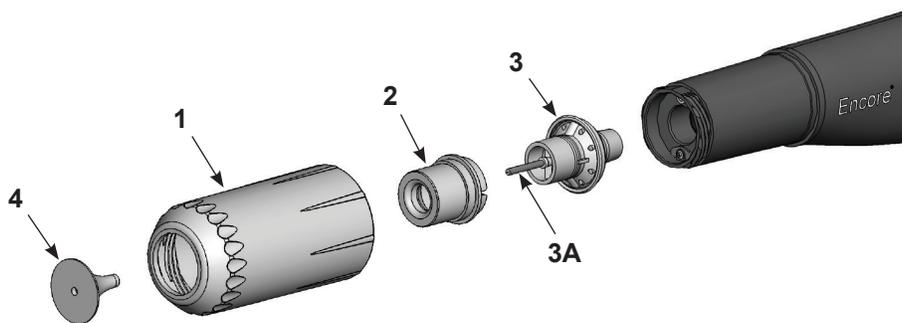

Abbildung 4-2 Optionale Ablenker und Konusdüsen ersetzen
1. Siehe Abbildung 4-2. Den Ablenker (4) zum Ersetzen vorsichtig von der Elektrodenbaugruppe (3) abziehen. Wenn nur der Ablenker ersetzt wird, den neuen vorsichtig auf der Elektrodenbaugruppe installieren und den Elektrodendraht nicht verbiegen.
2. Zum Ersetzen der gesamten Düse die Düsenmutter (1) gegen den Uhrzeigersinn losschrauben.
3. Die Konusdüse (2) von der Elektrodenbaugruppe abziehen.
**HINWEIS:** Es ist nicht erforderlich, die Elektrodenbaugruppe (3) vom Sprühapplikator zu entfernen. Wenn die Elektrodenbaugruppe beim Abziehen der Düse aus dem Sprühapplikator kommt, vor der erneuten Installation mit Druckluft abblasen. Die Elektrode nicht verbiegen. Der Elektrodenhalter (3A) wird in die Baugruppe geschraubt. Die Elektrodenbaugruppe ist austauschbar.